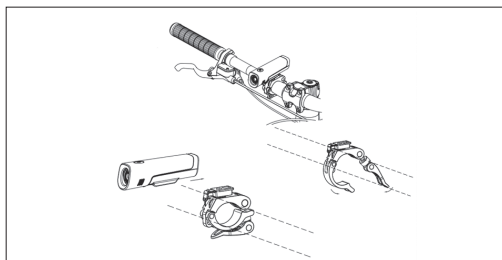

Figura 9-1
- Montate la luce anteriore sul manubrio, come mostrato nella **Figura 9-1**.